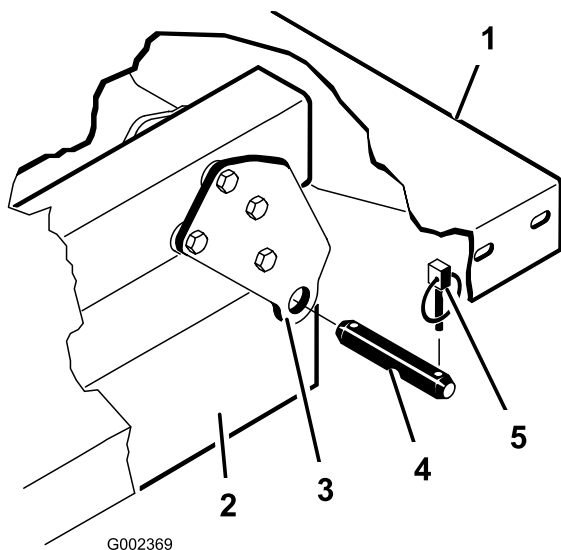

図 4
6. 荷台のピボットブラケットを車両のフレームチャネル材に固定しているリンチピンとクレビスピンを外す (図 4)。